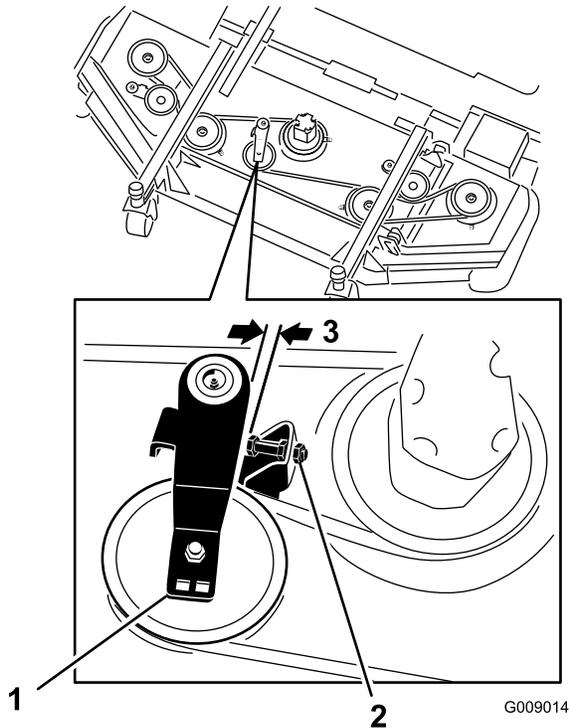

Figure 121
3. Sur le plateau avant central, desserrez les écrous de blocage sur la vis d'arrêt de la poulie de tension et vissez la vis d'arrêt dans le support (Figure 121).
4. À l'aide d'une clé à cliquet ou d'un outil similaire, éloignez chaque poulie de tension de plateau latéral de la courroie d'entraînement pour détendre cette dernière et pouvoir la déchausser de la poulie (Figure 121).